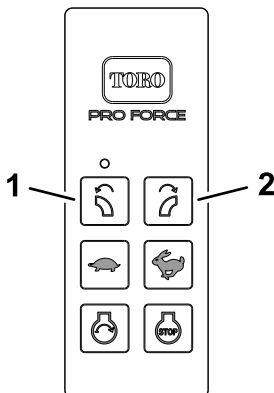

Figura 51
4. Premete simultaneamente e tenete premuti i pulsanti di ROTAZIONE DELL'UGELLO DI SINISTRA e di ROTAZIONE DELL'UGELLO DI DESTRA (Figura 51).
7. Premete e tenete premuto il pulsante di ROTAZIONE DELL'UGELLO DI SINISTRA (Figura 51).
8. Continuate a tenere premuto il pulsante di ROTAZIONE DELL'UGELLO DI SINISTRA (Figura 51) e ruotate la chiave di accensione in posizione RUN.
9. Rilasciate il pulsante di ROTAZIONE DELL'UGELLO DI SINISTRA (Figura 51) e ruotate la chiave di accensione in posizione STOP.